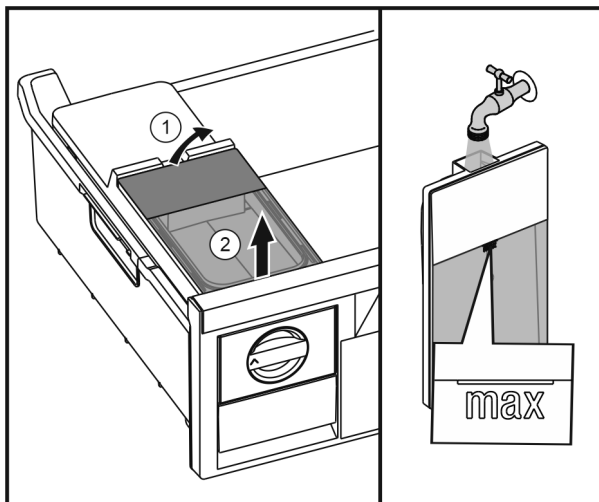

Fig. 43
- Zvedněte vzadu nádržku na vodu Fig. 43 (1) a poté ji vyjměte směrem nahoru Fig. 43 (2).